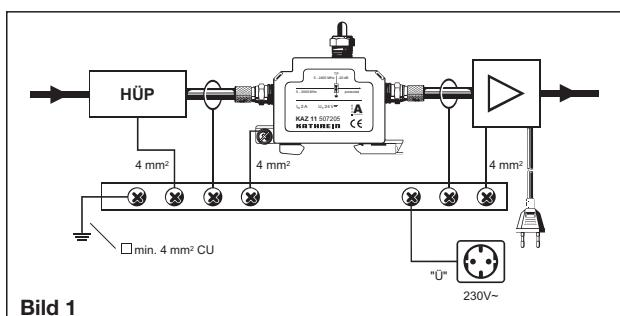

Bild 1
- Der Potenzialausgleich erfolgt nach Bild 1.
- Effect the potential equalisation according to Fig. 1.
- L'égalisation du potentiel se fait selon la Fig. 1.